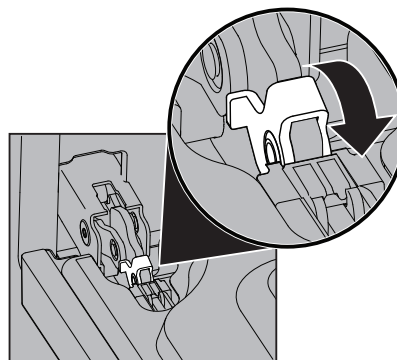
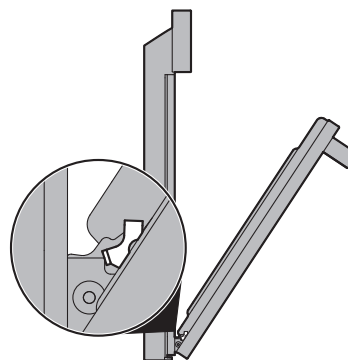

Figure 19: Serrure de charnière de porte
Figure 20: Position de retrait
2. Tirez vers l'avant le verrou situé sur chaque support de charnière du four jusqu'à ce que le verrou s'arrête. Vous devrez peut-être appliquer une petite pression vers le haut sur le verrou pour le tirer vers le haut (Figure 19 et Figure 20).
2. Tenez la porte du four au même angle que pour le retrait. Insérez avec précaution les leviers de charnière dans le cadre du four jusqu'à ce que vous sentiez que les leviers de charnière sont logés dans les encoches de charnière. Les bras de charnière doivent être entièrement insérés dans les encoches de charnière avant que la porte du four ne puisse être complètement ouverte. (Figure 20).